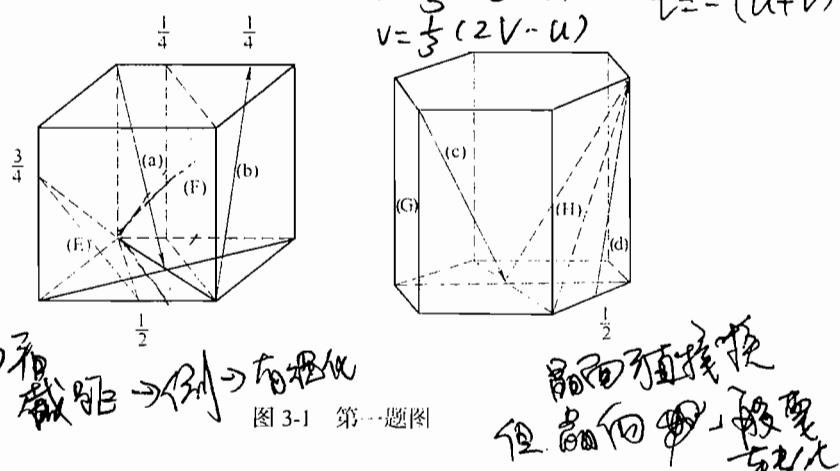

图 3-1 第一题图
一、(8分) 标出图 3-1 中 (a)、(b)、(c)、(d) 的晶向指数和 (E)、(F)、(G)、(H) 的晶面指数。